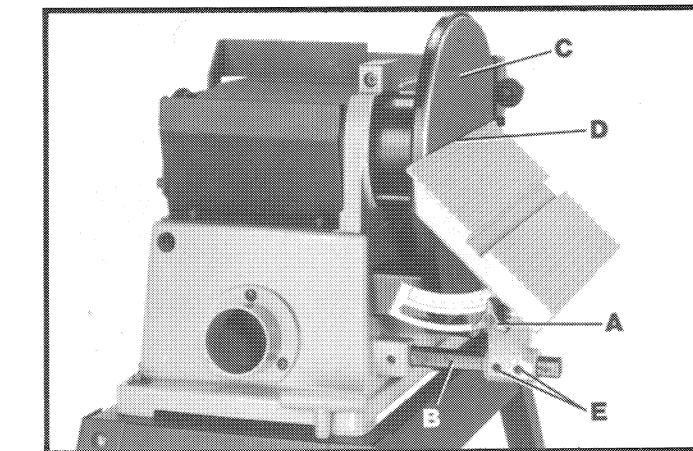

Fig. 27
1. La mesa puede ser inclinada hasta 45 grados a la derecha mediante el aflojado de la perilla de cierre de mesa (A) Fig. 27, inclinando la mesa al ángulo deseado, y apretando la perilla de cierre de mesa nuevamente (A).
2. ADVERTENCIA: DESPUES DE LA INCLINACION, EL CONJUNTO DE LA MESA DEBE SER SITUADO NUEVAMENTE SOBRE LA VARA DE APOYO (B) FIG. 27, PARA PROPORCIONAR UNA DISTANCIA MAXIMA DE 1/16 PULG. ENTRE EL DISCO DE LIJADO (C) Y EL BORDE (D) DE LA MESA, EVITANDO ASI ATRAPAR EL MATERIAL O LOS DEDOS ENTRE EL DISCO Y LA MESA. PARA SITUAR EL CONJUNTO DE LA MESA NUEVAMENTE, AFLOJE LOS DOS TORNILLOS (E), MUEVA EL CONJUNTO DE LA MESA SOBRE LA VARA (B), Y APRIETE EL TORNILLO (E).